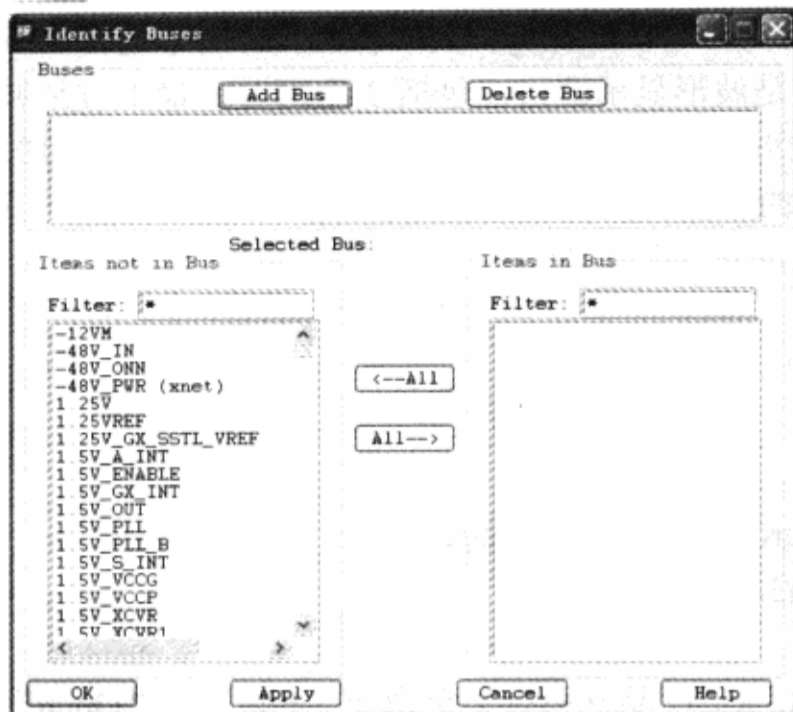

图 3-7-2 “Identify Buses” 对话框
(2) 执行菜单命令 “Logic” → “Identify Buses”，弹出 “Identify Buses” 对话框，如图 3-7-2 所示。